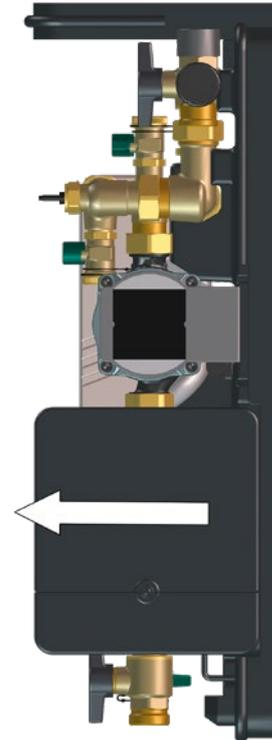

Fig. 27: Extraer el controlador de la cubierta inferior
- 2 Retire cuidadosamente el controlador de la cubierta inferior como se muestra en la Fig. 27 en la página 41.